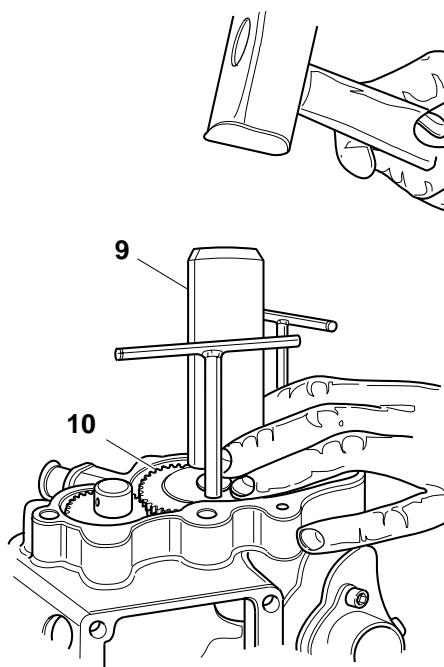

Fig. 58
5. Servendosi di un tubo "9" (Fig.58) di adeguate dimensioni e di un martello in plastica inserire l'ingranaggio "10" (Fig.58) sino in battuta sulla testa.
5. To install gear "10" (Fig.58), at in beating on head, using of a tube "9" (Fig.58) of adequate dimensions and of a hammer in plastic .
5. Durch ein Rohr "9" (Abb.58) von geeigneten Abmessungen und durch einen Plastikhammer Zahnräder "10" (Abb.58) so einsetzen, bis das Zahrad gegen den Kopf ist.
5. Au moyen du tuyau "9" (fig.58) et d'un marteau en plastique insérer l'engranage "10" (fig.58) jusqu'à la butée sur la tête.